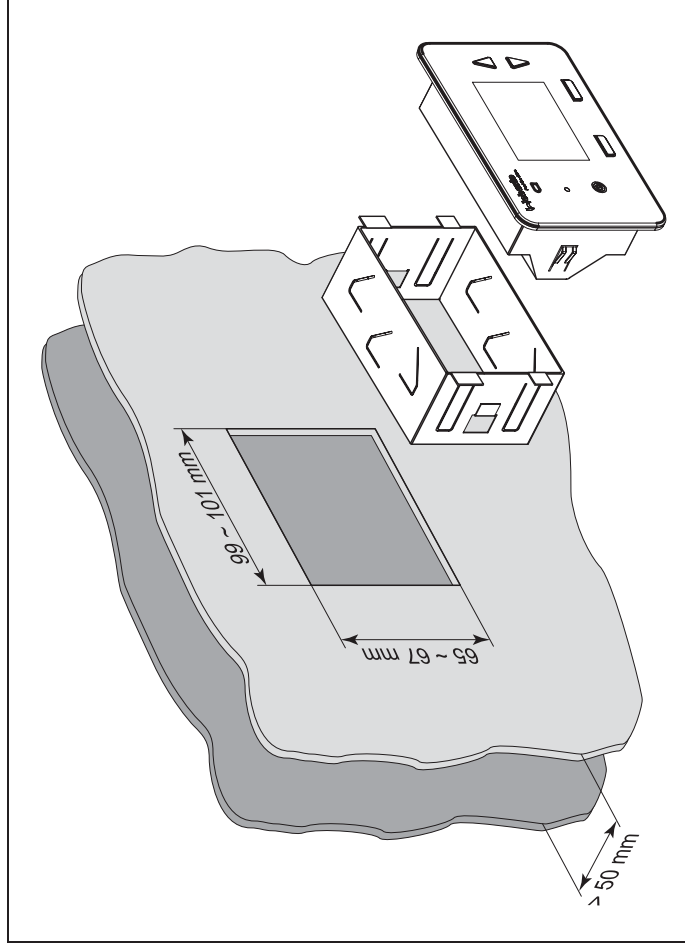

Fig. 52: Montage de l'élément de commande programmable
- Percer un trou dans la cloison à l'emplacement prévu (voir Fig. 52).